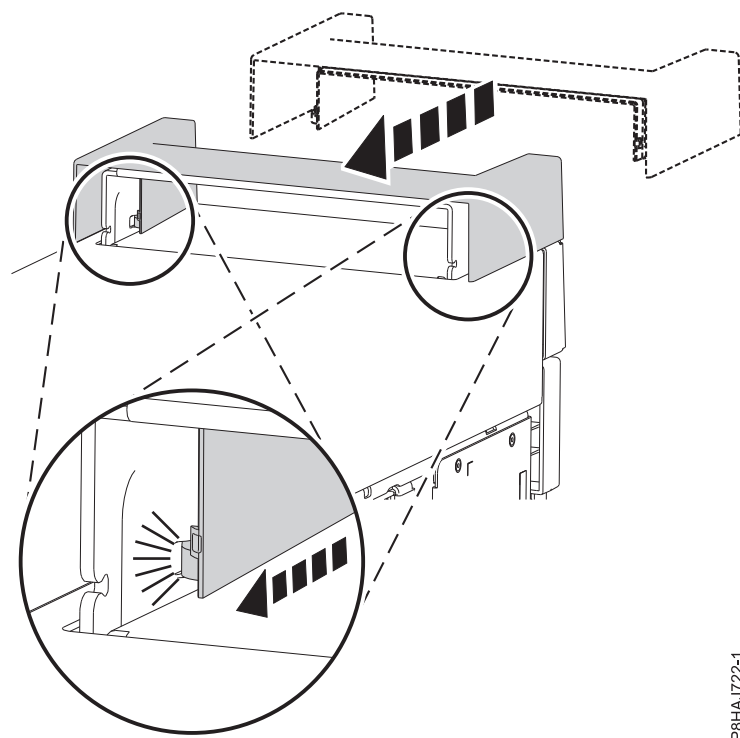

Abbildung 18. Griffabdeckung bei einem eigenständigen System vom Typ 8286-41A befestigen
1. Befestigen Sie die Griffabdeckung an der internen RDX-Andockstation (FC EUA3), indem Sie sie in Richtung der Rückseite des Systems schieben. Siehe Abb. 18.